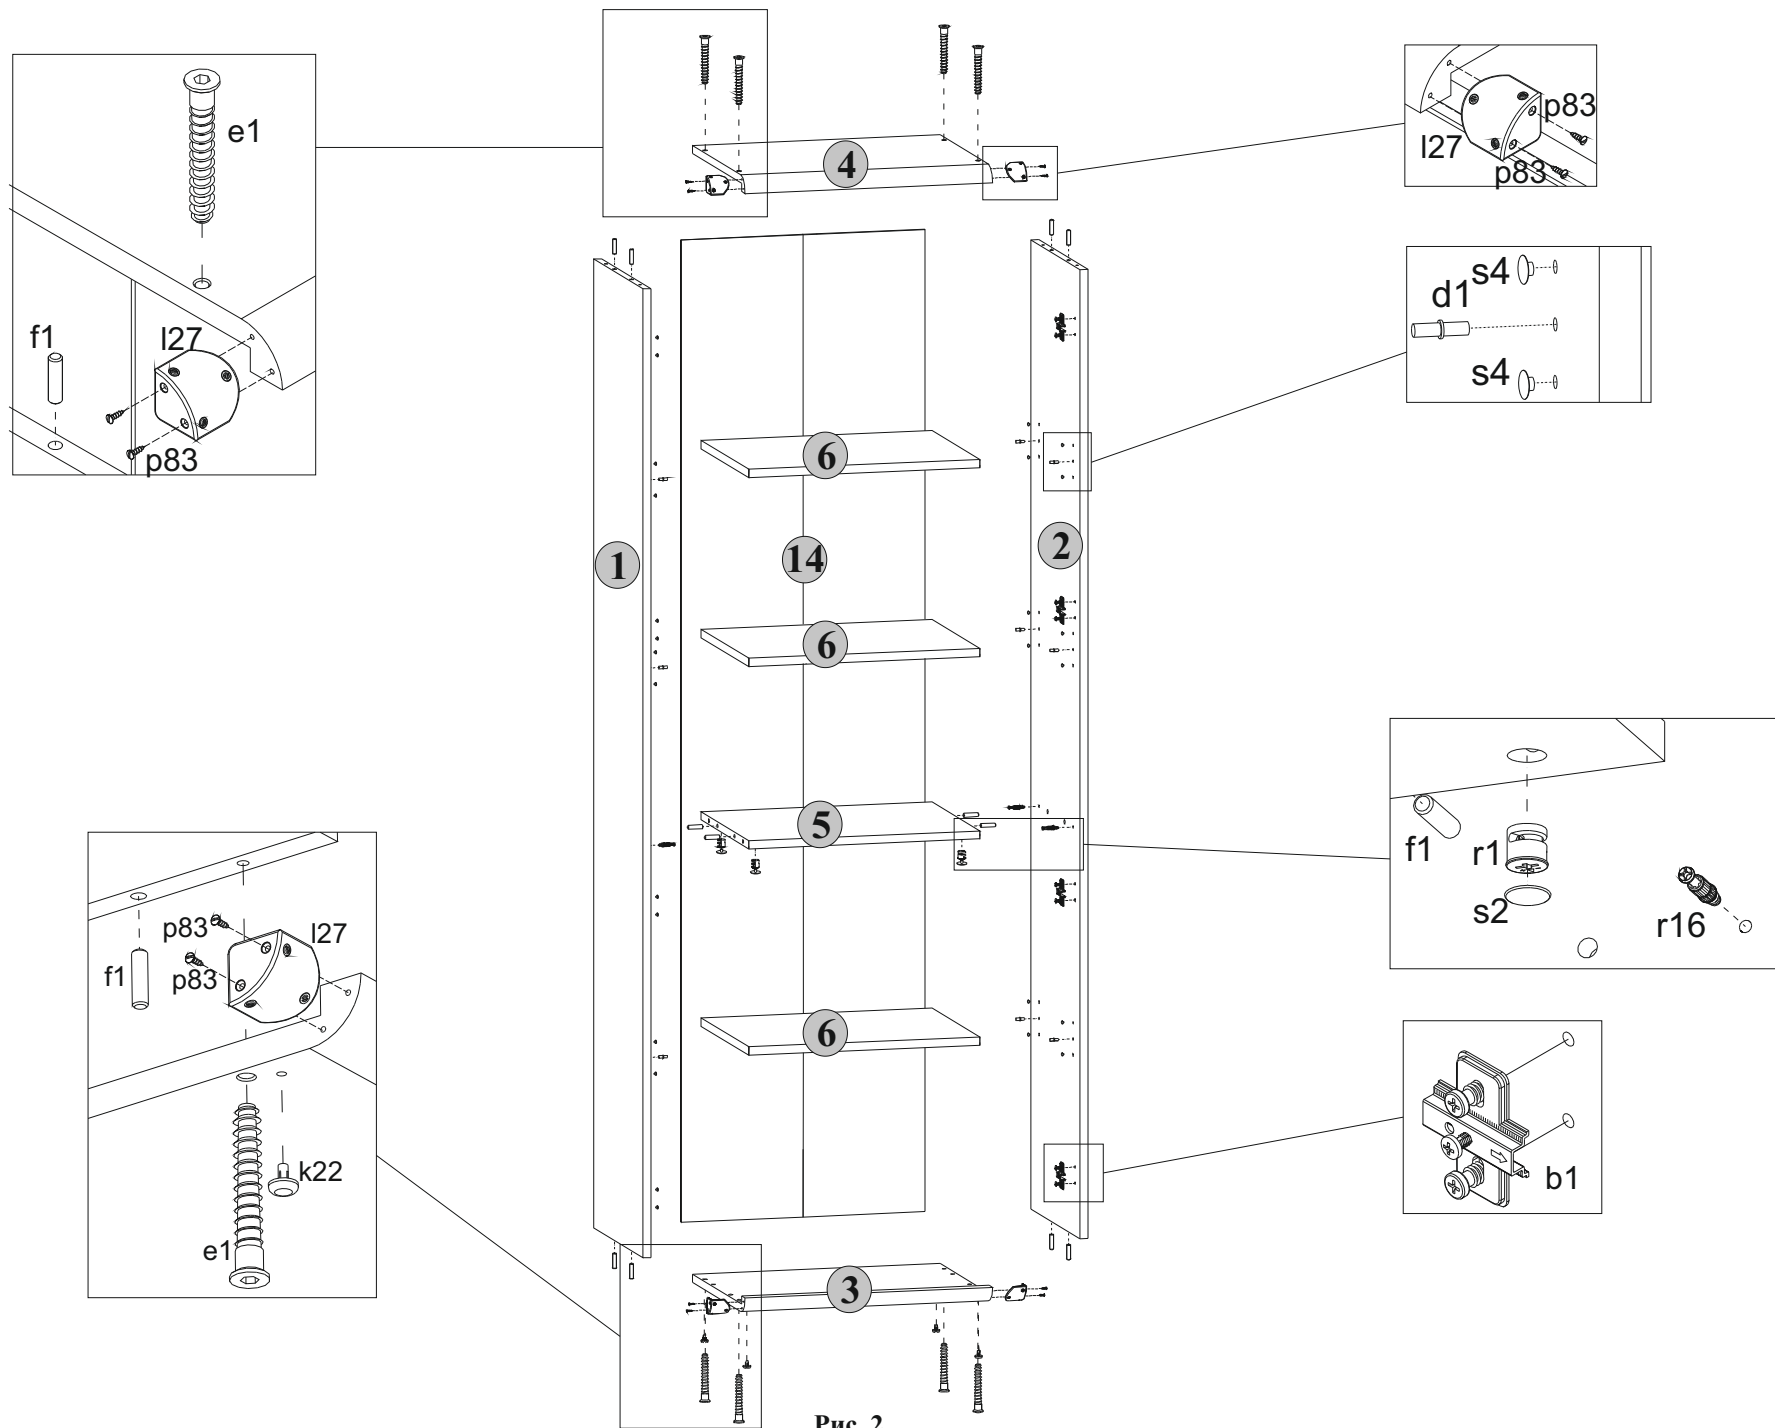

Рис. 2
- 5.6 На нижней поверхности полки соединительной **5** в отверстия диаметром **15 мм** вставить стяжки эксцентриковые **r1** (см.рис. 2).
- 5.7 В отверстия диаметром **4,5 мм** на нижней поверхности щита нижнего **3** вставить опоры полимерные **k22** (подпятники) (см.рис. 2).
- 5.8 К стенкам боковым **1** и **2** присоединить щиты нижний **3** и верхний **4** и стянуть еврошурупами **e1**, пользуясь специальным ключом **z1** из комплекта фурнитуры (см.рис. 2).
5.2 В отверстия диаметром 8 мм на верхних и нижних краях стенок боковых 1 и 2, а также на боковых краях полки соединительной 5 вбить деревянные шканты f1 (см.рис. 2).
5.4 В отверстия диаметром 5 мм в центральной части на внутренних поверхностях стенок боковых 1 и 2 вкрутить винты стяжки r16 для установки полки соединительной 5, пользуясь крестообразной отверткой (см.рис. 2).
5.5 В остальные отверстия диаметром 5 мм на внутренних поверхностях стенок боковых 1 и 2 в зависимости от уровня расположения полок вкладных вставить полкодержатели d1 (см.рис. 2).